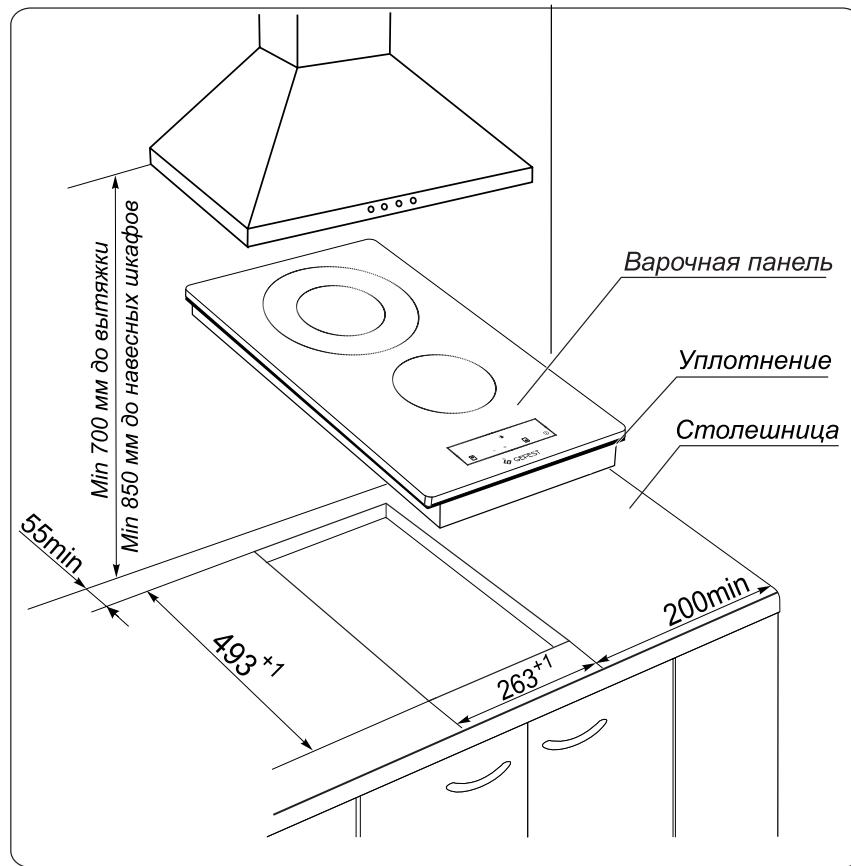

Рис.4
1. Точно разметить на столешнице контур проема под варочную панель (рис.4).